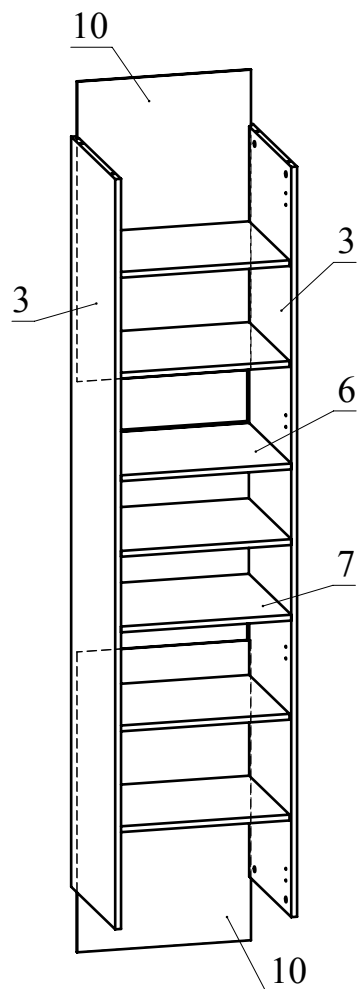

Рис.5
5. Вставьте задние стенки 10 из ДВП (2шт.) в пазы деталей 3, 6, 7 (Рис. 5).